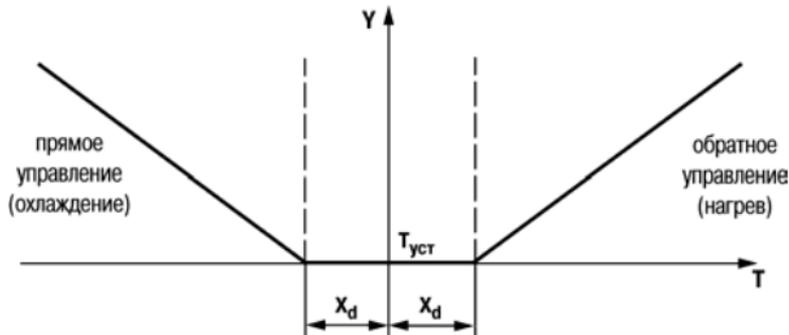

Рисунок 3.8
Для исключения излишних срабатываний регулятора при небольшом значении рассогласования  $E_i$  для вычисления значений  $Y_i$  по формуле (1) используется уточненное значение  $E_i$ , вычисленное в соответствии с условиями (где  $X_d$  – зона нечувствительности, см. рисунок 3.8):